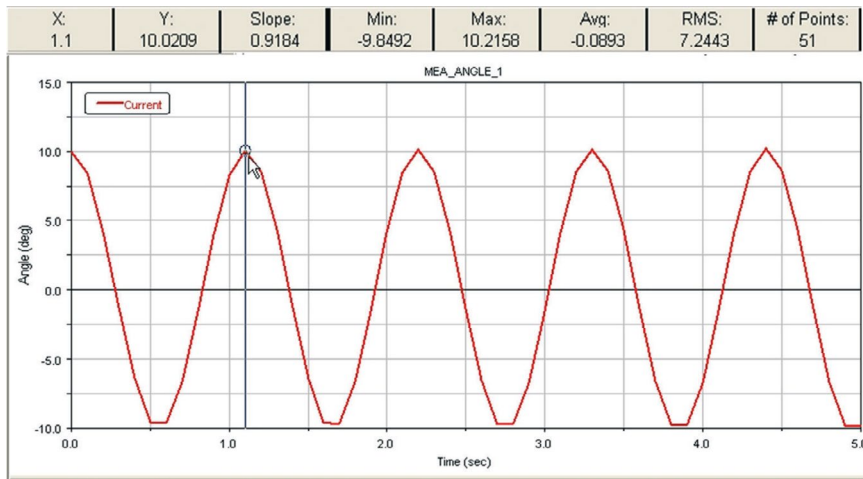

Figura 2.36 – Tela ilustrativa da simulação de obtenção do período no módulo ADAMS/PosProcessor, destacando o ponto de obtenção do período  $X = 1.1$  s
- No menu principal desse módulo, selecione a opção *Plot Tracking*, representada pelo seguinte ícone . Isto possibilitará, ao usuário, rastrear os valores de Ângulo  $x$  Tempo, ao longo da curva. A Figura 2.36 mostra o tempo que o pêndulo leva para percorrer a distância correspondente a dois picos da curva, o que fornece o período.
Sabendo que  $g = \frac{4\pi^2 L}{T^2}$ ,  $T = 1,1$ s obtido da Figura 2.36,  $L = 0,30$  m, disto tem-se  $g = 9,79$   $m/s^2$ .